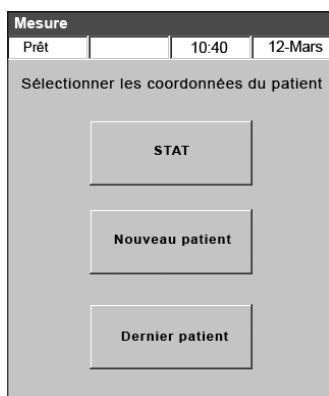

Figure G-4 : Écran "Analyse > Entrée de l'information concernant le patient"
1. Sélectionnez la touche "**STAT**", "**Nouveau patient**" ou "**Dernier patient**" (Figure G-4).